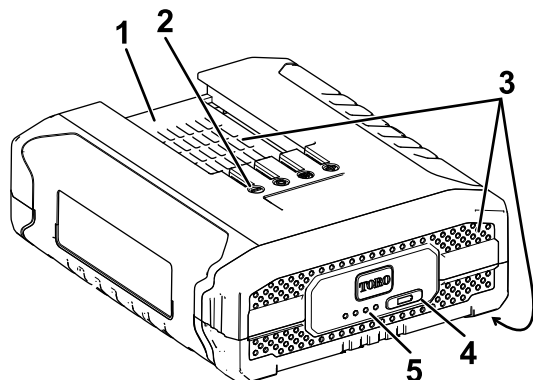

Figura 8
3. Alinee el hueco de la batería (Figura 8) con la lengüeta del cargador.